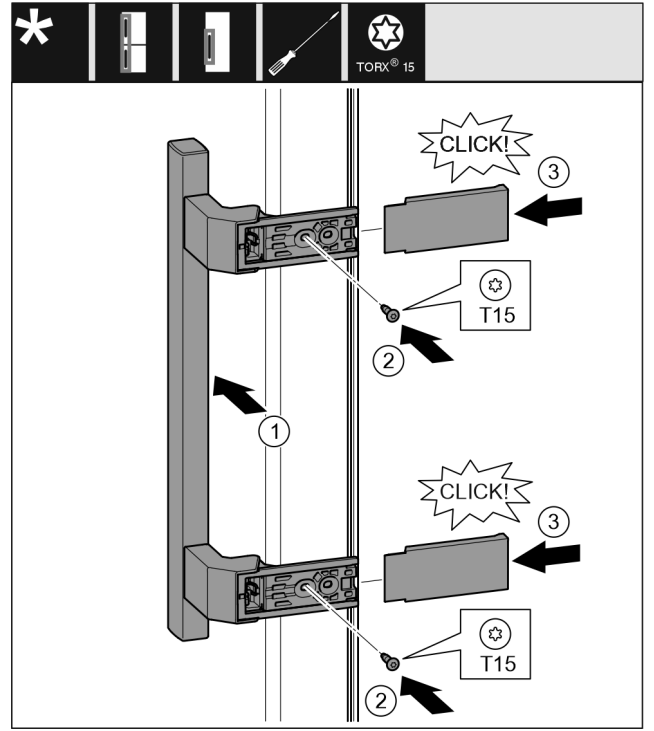

Fig. 23
- ▶ Aseta kahva vastakkaiselle puolelle. Fig. 23 (1)
- ▶ Kiristä ruuvit T15-ruuvimeisselillä. Fig. 23 (2)
- ▶ Aseta suojukset sivuttain kohdalleen ja työnnä ne paikoilleen. Fig. 23 (3)